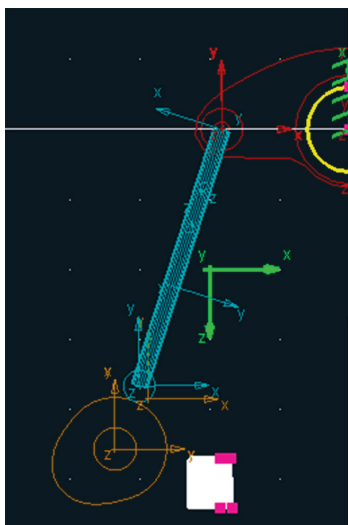

Figura 3.95 - Alteração geométrica do suporte da haste.
A Figura 3.95 apresenta o resultado a ser obtido, ou seja, o suporte teve sua geometria alterada.
- Com o botão direito do mouse, selecione o *marker* da geometria em questão, conforme ilustrado na Figura 3.96(a). Note que o *marker* está localizado fora da geometria definida (na Figura 3.95 este *marker* está na cor verde). Selecione a opção *Marker: MARKER\_14* → *Modify*.